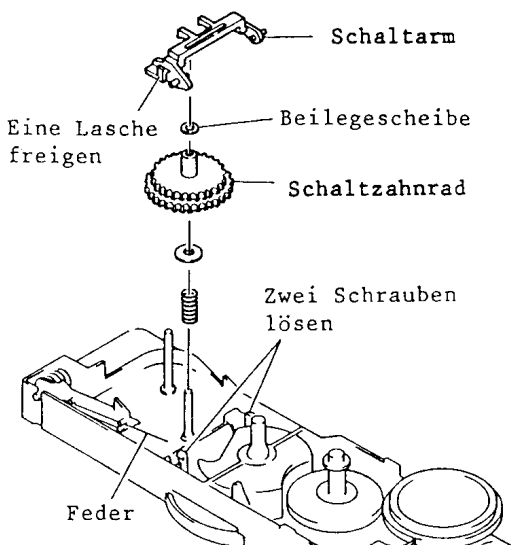

Abb. 7-32 Schaltarm, Schaltzahnrad
32. Schaltarm, Schaltzahnrad (Abb. 7-32)